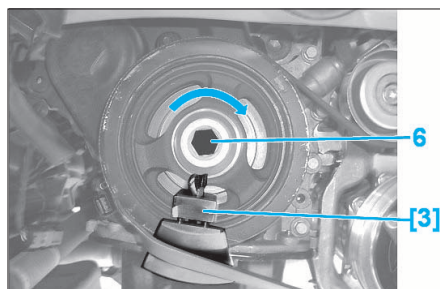

FIG. 20
- Serrer l'écrou à oreilles (5).
- Tourner dans le sens horaire la poulie (4) de vilebrequin par la vis (6) jusqu'au dégageement de l'outil [3] (Fig.20).